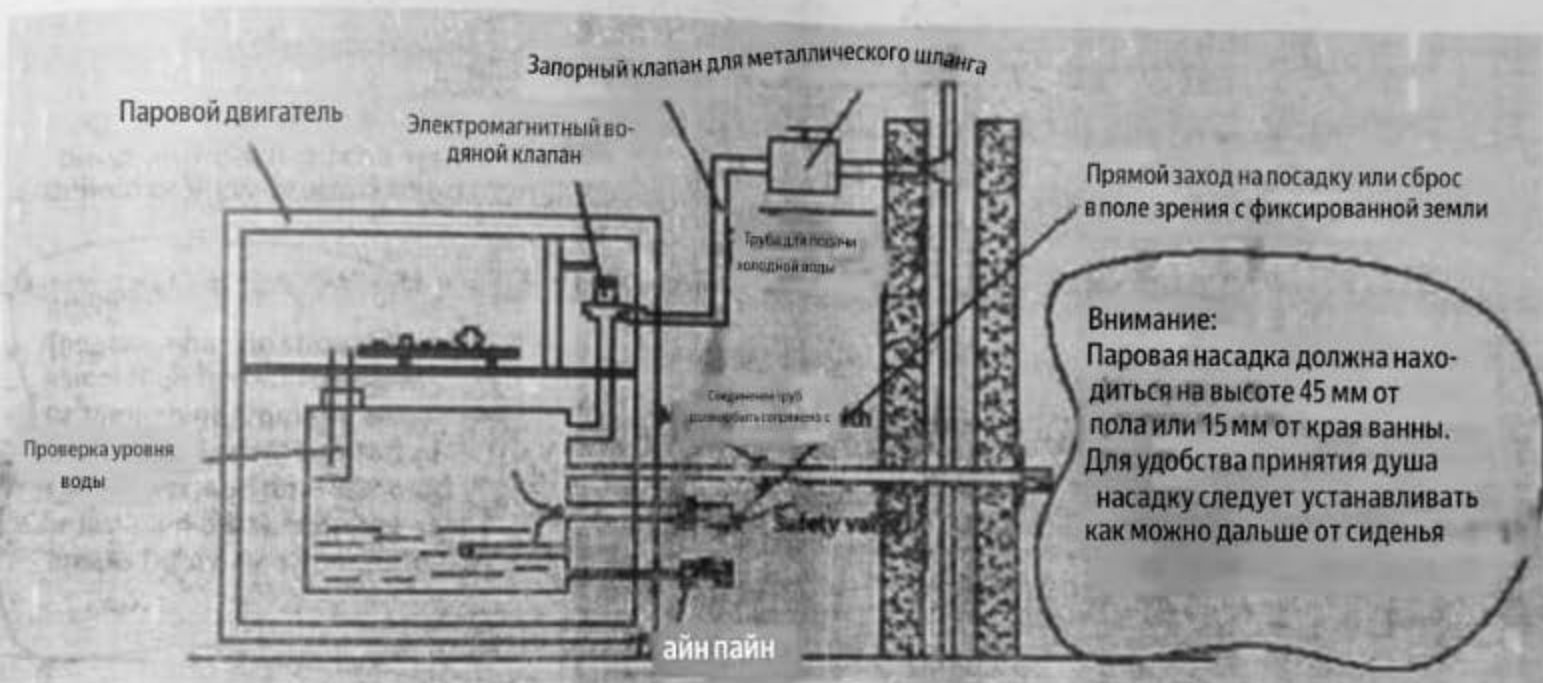

рисунок 2
2. Выход пара - паропровод должен быть медным, диаметром не менее 4 минут (так как трубы из черного металла или гальванизированные трубы могут привести к повреждению стен парилки ржавчиной, обесцвечиванию, поэтому их использование категорически запрещено). Длина паропровода не должна превышать 3 метров. Если длина паропровода превышает 3 метра, его следует изолировать (см. рисунок 2).